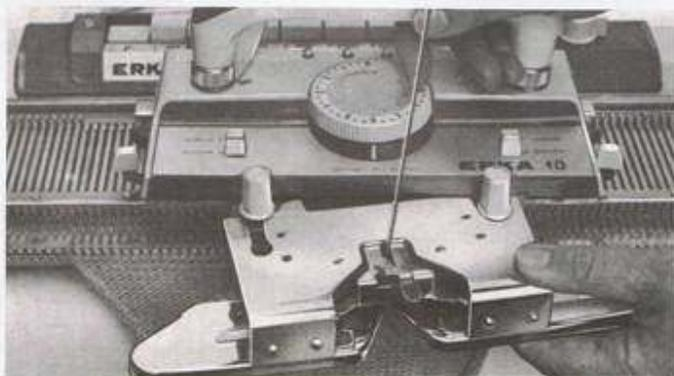

Fig. 90
- a) Desserrer les 2 boutons blancs pour libérer l'abaisseur de tricot (fig. 90).
- b) Bloquer le cliquet du compteur et en soulevant l'avant du chariot (le côté devant vous) le glisser jusqu'au bout de la machine à tricoter (fig. 90 bis).
Fig. 90 bis